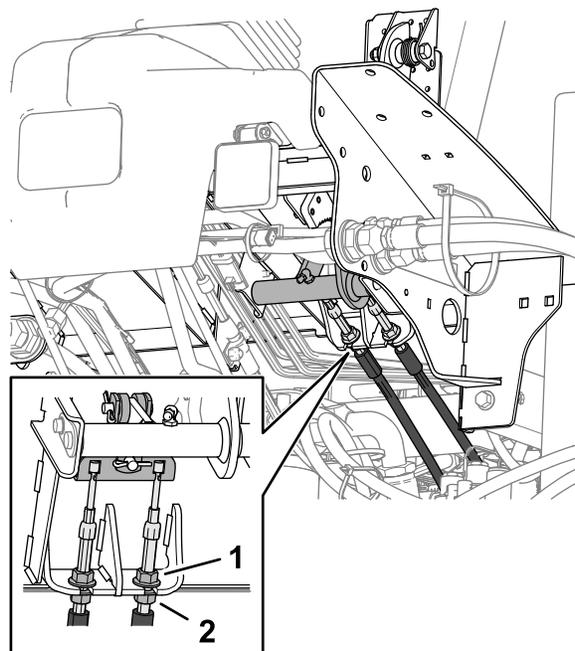

Figura 144
5. Per ridurre il gioco del pedale del freno, allentate i controdadi sull'estremità filettata di ogni cavo del freno (Figura 144).